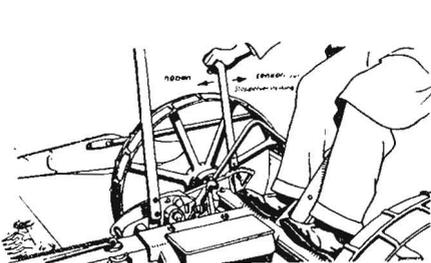

Bild 6
a) durch den Kipphebel (Bild 6)